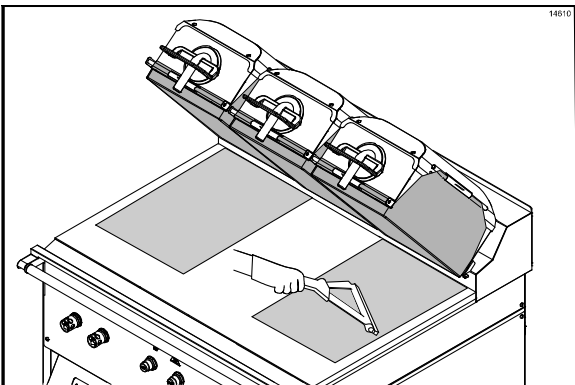

图 19
10. 对煎炉另一侧重复不粘膜的最后两个步骤。（请见图 19）